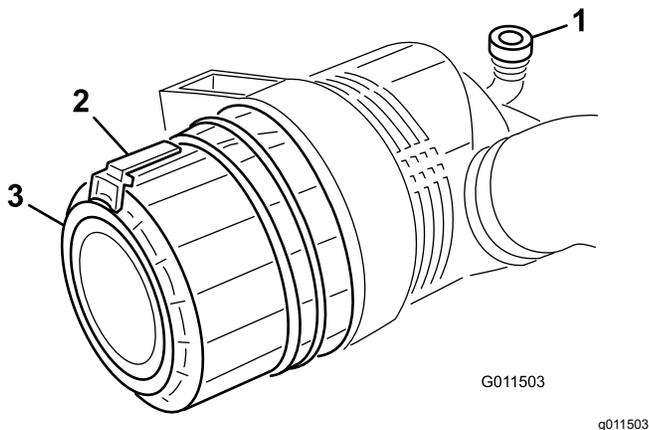

Bild 73
1. Ziehen Sie den Riegel nach außen und drehen Sie die Luftfilterabdeckung nach links (**Bild 73**).